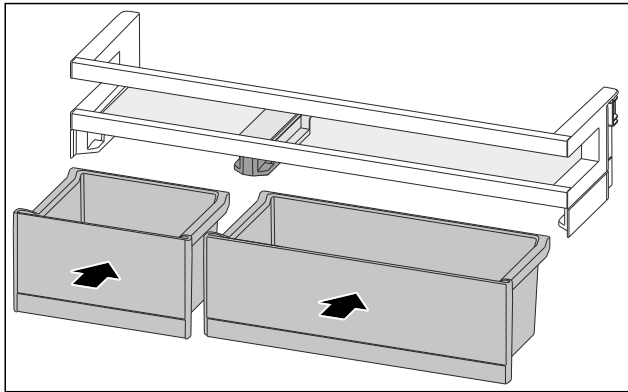

Fig. 155
- ▶ Вставте контейнери VarioBox у змінені положення. (див. Fig. 155)